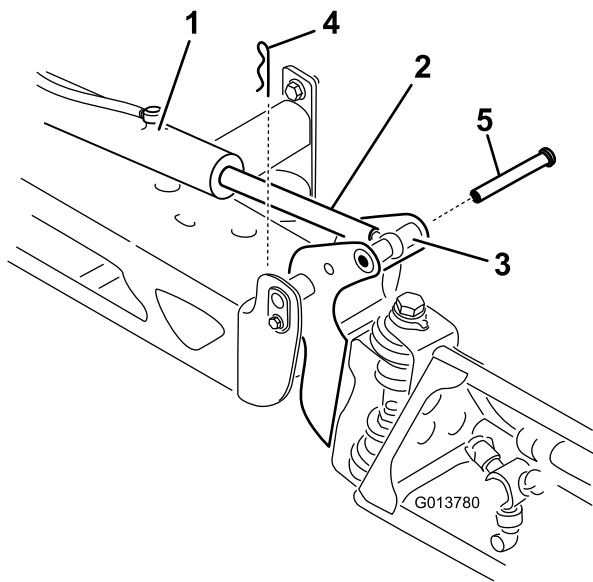

Bild 34
2. Nehmen Sie den Splint vom Lagerbolzen ab (Bild 34).
3. Heben Sie den Ausleger an und nehmen Sie den Stift ab (Bild 34), senken Sie den Ausleger dann langsam auf den Boden ab.
9. Halten Sie den Ausleger fest und stecken Sie den Stift durch das Auslegerscharnier und die Aktuatorstange (Bild 34).